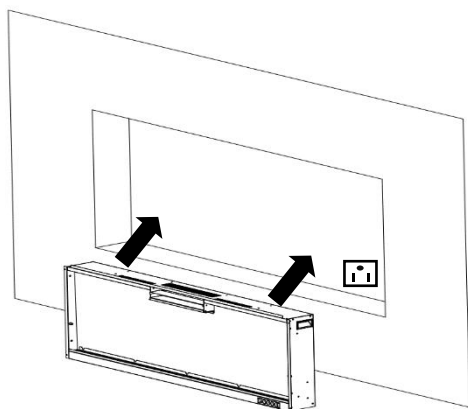
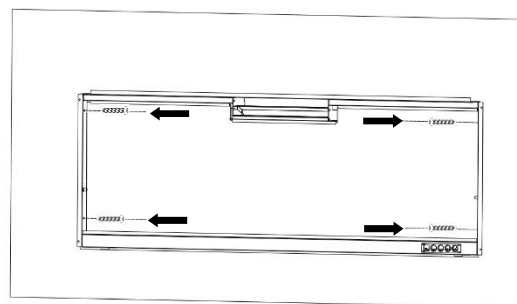

Fig. 2-3
Fig. 2-4
P. Demandez à deux personnes adultes de soulever le foyer et de l'insérer dans le cadre d'encastrement, puis de le fixer en installant **4** vis à bois (**B**) dans les trous (**Fig. 2-3, Fig. 2-4**).